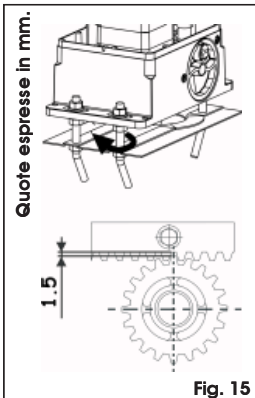

Fig. 15
- Terminata l'installazione della cremagliera, per garantire un corretto ingranamento con il pignone, è opportuno abbassare di circa 1,5 mm (Fig.15) la posizione del motoriduttore.